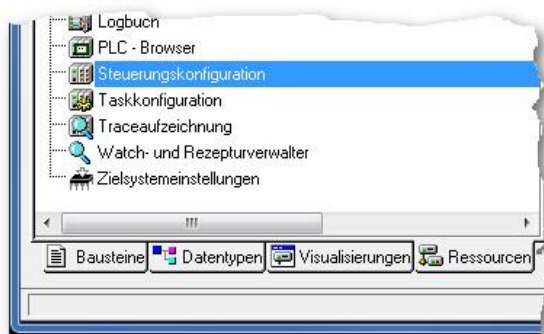

Abb. 4-12: Ändern der Steuerungskonfiguration
- Sie können den Dialog *Steuerungskonfiguration* aufrufen unter *Ressourcen* → *Steuerungskonfiguration* (Abb. 4-12).